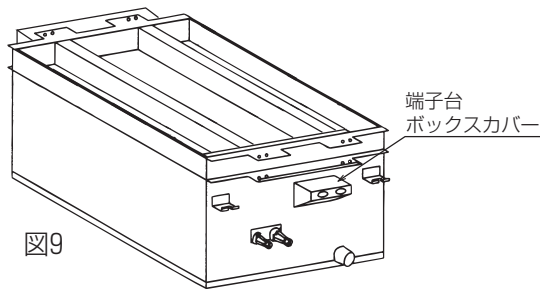

図9
1. ユニット本体の端子台ボックスのカバーを取外します。(図9)